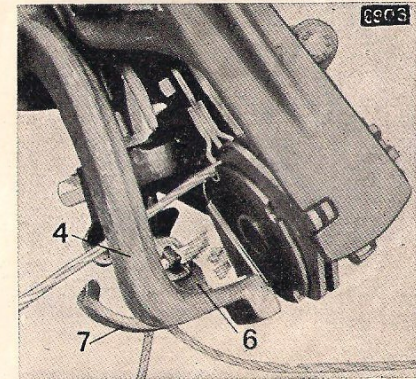

Bild 25
Bild 25 Der Abstreifer (6) auf dem Messerhebel (4) streift dann die um den Knüpferrhaken liegende Schlinge über die im Knüpferrmaul geklemmten Fadenenden. Der Knoten ist entstanden, durch Weiterschwenken des Messerhebels wird er vom Knüpferrhaken abgestreift und die geklemmten Fadenenden werden aus dem Knüpferrmaul herausgezogen.